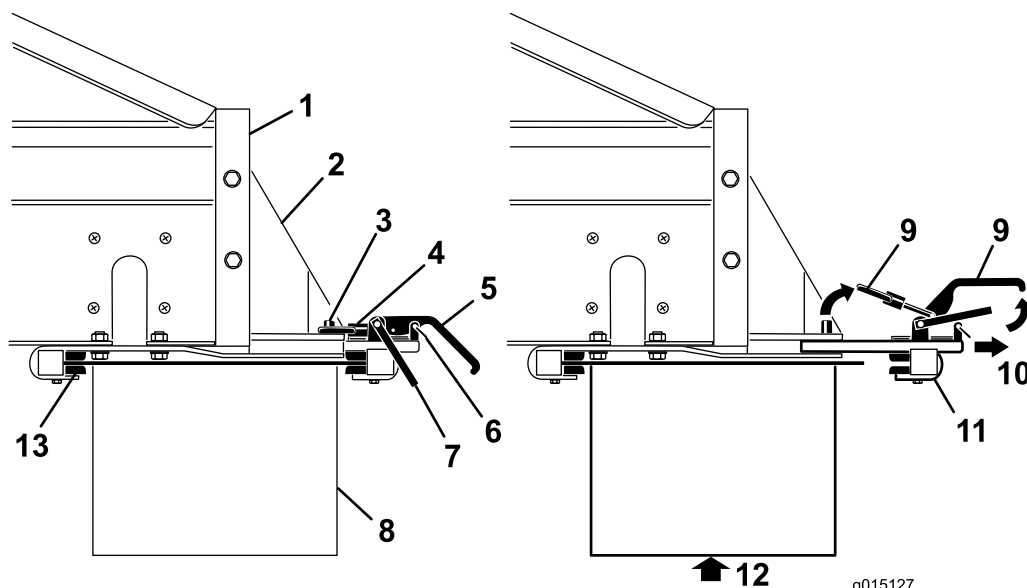

Figura 3
3. Retire os cliques do fecho de segurança das pegadas da barra de ligação (Figura 3).
4. Levante o trinco de segurança, depois levante as pegadas da barra de ligação do acessório e liberte os anéis de bloqueio dos pinos de bloqueio (Figura 3).
5. Deslize o grampo traseiro de ligação do acessório para fora das ranhuras de ligação rápida (Figura 3).
6. Com ajuda, insira a borda frontal da correia transversal/articulação por cima e por baixo da traseira da MH-400 para a frente dos grampos nos suportes (Figura 3).
7. Apoiando a correia transversal/articulação, deslize o grampo traseiro de ligação do acessório para as ranhuras nos suportes, e por cima da parte de trás (Figura 3).
9. Volte a instalar os cliques do fecho de segurança nas pegadas da barra de ligação (Figura 3).